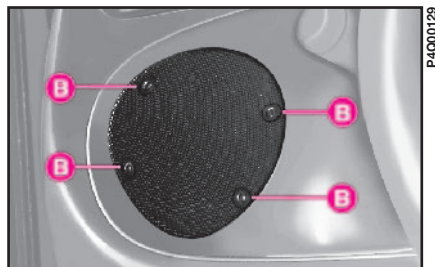

fig. 87
- **fig. 87** altavoz izquierdo